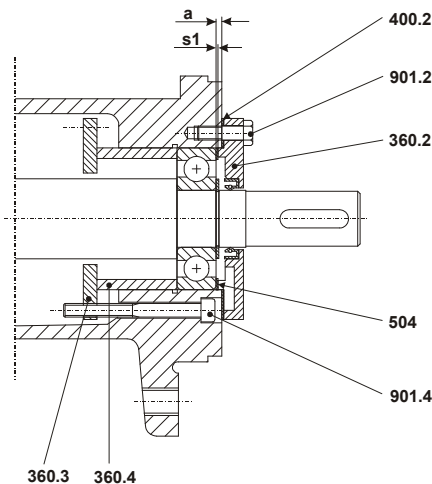

Fig.8 Section pour régulation pompe RG
assembler la pompe selon les instructions employées pour démonter, mais dans l'ordre opposé. Tournez la pompe en position verticale, desserrez les deux vis (901,4) et poussez l'axe vers le bas jusqu' la roue à aubes s'étende sur l'anneau principal de siège. Serrez les deux vis (901,4) graduellement de sorte que l'axe tours librement sans érafler sur la surface entre la roue et l'anneau principal de siège. Enlevez le couvercle du roulement (360,2) dévissant les trois vis (901,2) et mesurez avec une mesure la profondeur "a", comme indiqué dans la *fig. 8*. Déduisez le facteur "f", comme indiqué dans la *tabl. 7*. Le résultat est l'épaisseur de l'entretoise "s1" (504) que vous devez mettre entre le couvercle roulement et le roulement même. Les dimensions de l'entretoise sont indiquées dans *tabl. 7*. Assemblez le couvercle roulement et serrez les vis du lanterne- moteur (901.4).